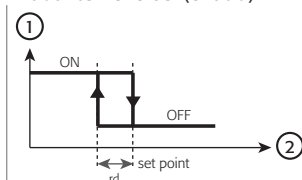

Fig. 4.a
- r3=0: direct avec dégivrage. Permet de demander l'allumage du compresseur quand la température mesurée par la sonde 1 dépasse le niveau de point de consigne. Cette modalité prévoit aussi le dégivrage (aussi appelée "modalité froid", voir Fig. 4.a)
- r3=1: direct sans dégivrage (Fig. 4.a)
- r3=2: reverse sans dégivrage (Fig. 4.a). Permet de demander l'allumage du compresseur quand la température mesurée par la sonde 1 descend en dessous du niveau du point de consigne. Cette modalité NE prévoit PAS le dégivrage (aussi appelée modalité "chaud" voir Fig. 4.a).